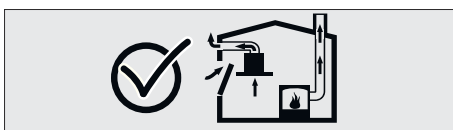

Fig. 7
- Pertanto, un adeguato apporto di aria fresca all'ambiente deve essere sempre garantito. Fig. 7